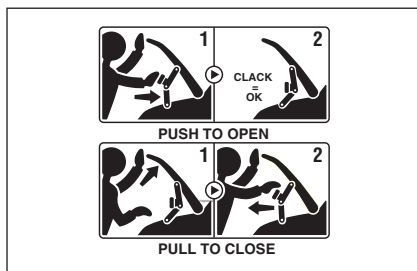

fig. 89
**AVERTISSEMENT** Dans tous les cas, une plaquette récapitulative des opérations d'ouverture/fermeture du capot moteur précédemment décrites (voir **fig. 89**) figure sous le capot du moteur.